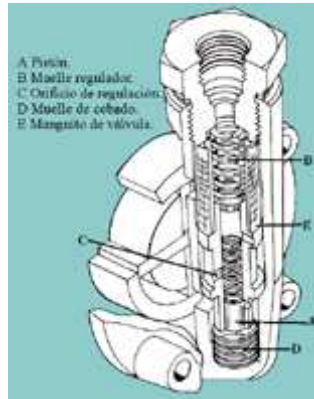

Fig. 31
**Válvula reguladora de presión (fig. 31)**